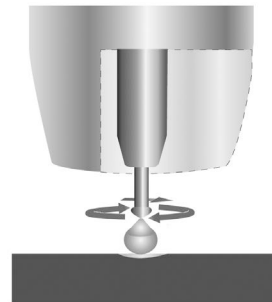

Fig. 16
10. Enlevez la buse de gaz et l'embout de contact du col du chalumeau soudeur (fig. 16).
4. En raison de ce pincement, la gouttelette se sépare et tombe dans le bain de fusion en formation (fig. 16).